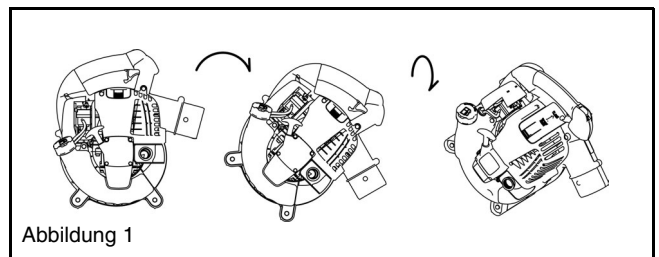
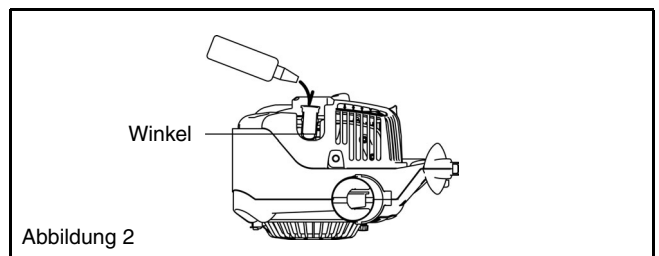

Abbildung 1
Abbildung 2
- (1) Vergewissern Sie sich, dass der Deckel des Benzintanks gut verschlossen ist.
- (2) Entnehmen Sie den Öldeckel.
- (3) Die Maschine in der in Abbildung 1 gezeigten Reihenfolge neigen.
- (4) Die Maschine so ausrichten, wie in Abbildung 2 gezeigt, und Öl bis zum Absatz im Ölrohr einfüllen.
- (5) Setzen Sie den Ölmesstabs wieder ein und schrauben Sie diesen vollständig fest. Ungenügendes Verschließen des Ölmesstabs kann ein Überlaufen von Öl zur Folge haben.
Zum Öffnen der Abdeckung den Hauptgriff und den Vorsprung der Zündkerzenabdeckung mit den Fingern fassen (Abbildung 1). Den Vorsprung hochdrücken, und die Abdeckung in Richtung „OPEN“ schieben (Abbildung 2). Die Abdeckung zum Schließen in Richtung „CLOSE“ schieben, bis die Raste unter dem Vorsprung der Zündkerzenabdeckung auf der Motorabdeckung ruht. Zum Schluss den Vorsprung hineindrücken.